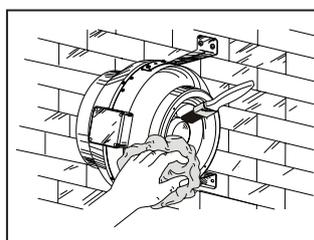

Abb. 20
3. Reinigen Sie die Ventilatoroberflächen mit einem weichen Tuch oder einer Bürste, die in einer milden Waschmittel-Wasserlösung angefeuchtet ist. Danach trocken Sie die Oberflächen, Abb. 20.